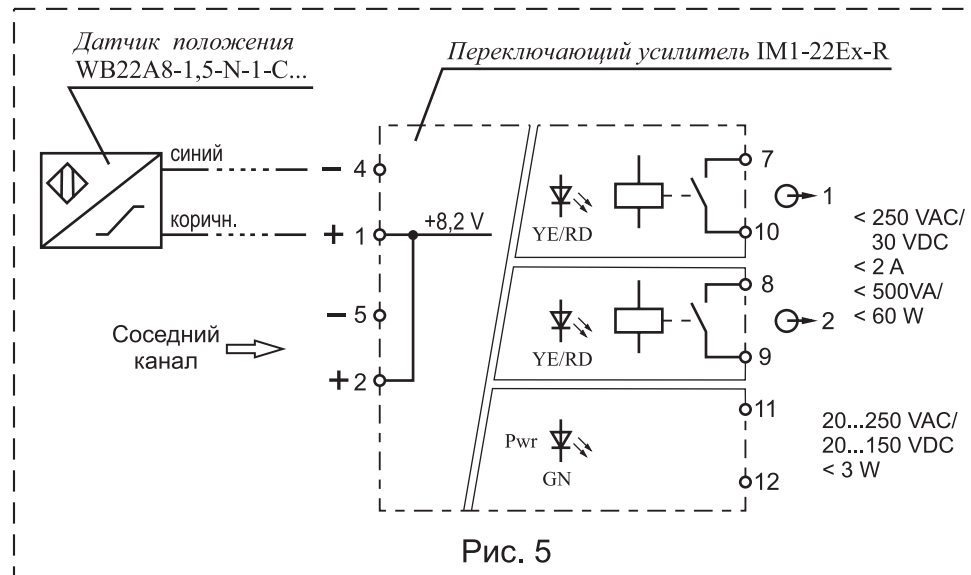

Рис. 5
4.4 Электрический монтаж датчика положения и переключающего усилителя производите в соответствии со схемой рис. 5 и руководством по эксплуатации на датчик положения и переключающий усилитель. Выходное реле переключающего усилителя открывается при закрытом положении клапана.
4.5.6 В случае выхода из строя одного из каналов переключающего усилителя произведите переподключение датчика положения на другой (соседний) канал. Съем сигнала с усилителя производите с выхода соседнего канала (см. рис. 5 и паспорт на переключающий усилитель).